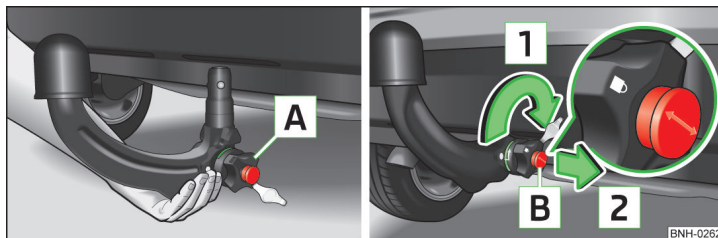

Abb. 103 Kugelstange einsetzen / Schloss verriegeln und Schlüssel abziehen
- Die Kugelstange von unten fassen » Abb. 103 und in den Aufnahmeschacht bis zum hörbaren Einrasten einsetzen » **!**